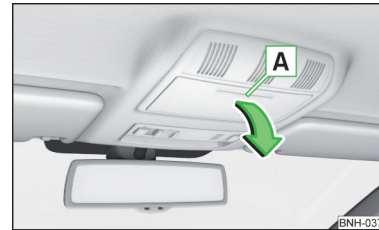

Abb. 70
- Auf den Deckel des Brillenfachs im Bereich **A** » Abb. 70 drücken.
» Abb. 70, bis er hörbar einrastet.